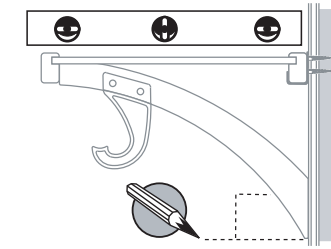

FIG. 6.0
2. Placer l'équerre angulaire bien contre le dessous de la tablette et le mur arrière. Marquer l'emplacement du trou et faites un trait au bas de l'équerre angulaire contre le mur (Fig. 6.0).